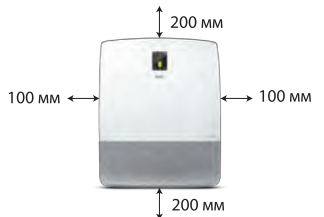

Рисунок 2
- радиаторы отопления, мебель, стены, пол и другие объекты не создают помех для работы и обслуживания прибора, минимальные расстояния до этих предметов показаны на рис. 2;